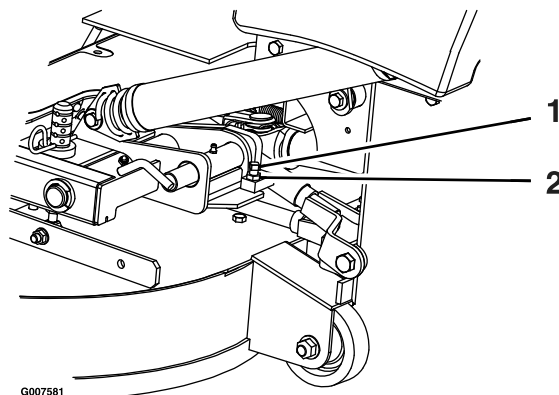

Figura 79
2. Afloje la contratuerca y gire el tornillo de tope en sentido horario hasta que el pasador de bloqueo esté apretado y no pueda girarse con la mano (Figura 79).